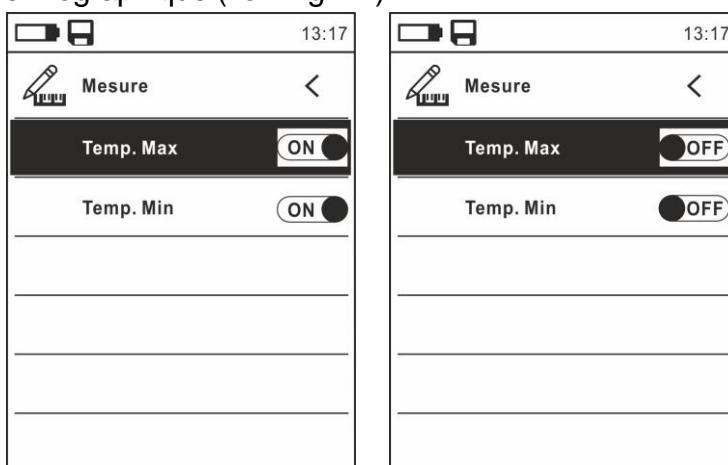

Fig. 11: Menu Mesure
- Sélectionner la rubrique « Mesure » et appuyer sur la touche  ou ► pour l'activation/désactivation des curseurs associés au point le plus « chaud » ou le plus « froid » dans l'image thermographique (voir Fig. 11)